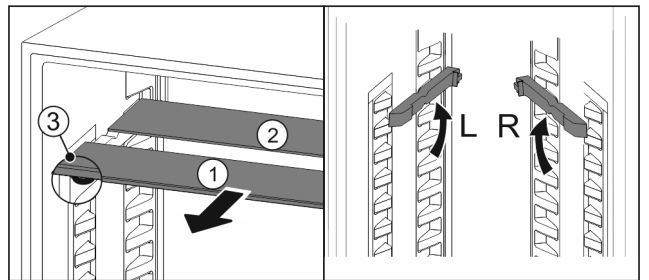

Fig. 82
- estrarre i ripiani di vetro singolarmente tirando in avanti Fig. 82 (1).
- ▷ Il piano in vetro Fig. 82 (1) con il motivo ornamentale è nella parte anteriore.
- ▷ I fermi Fig. 82 (3) sono rivolti verso il basso.